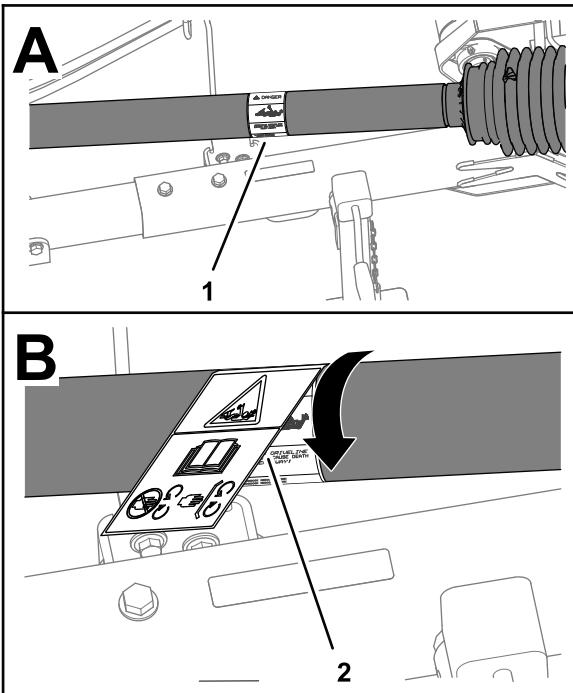

Рисунок 3
- Поверните кожух вала, чтобы получить доступ к имеющейся наклейке с предупреждением об опасности затягивания (Рисунок 3).
4. Установите наклейку с предупреждением об опасности затягивания (стандарт CE) поверх существующей наклейки, предупреждающей об опасности затягивания (Рисунок 3).